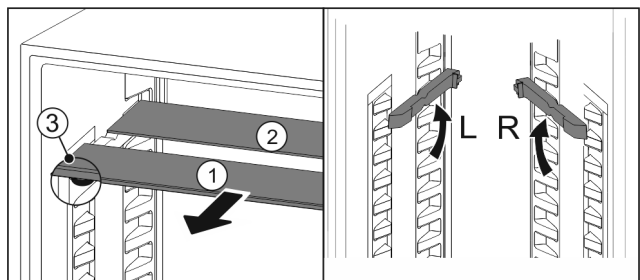

Fig. 48
- Посуньте Fig. 48 (1) скляну панель вперед.
- ▷ Скляна панель Fig. 48 (1) з декоративною планкою лежить спереду.
- ▷ Стопори Fig. 48 (3) показують вниз.